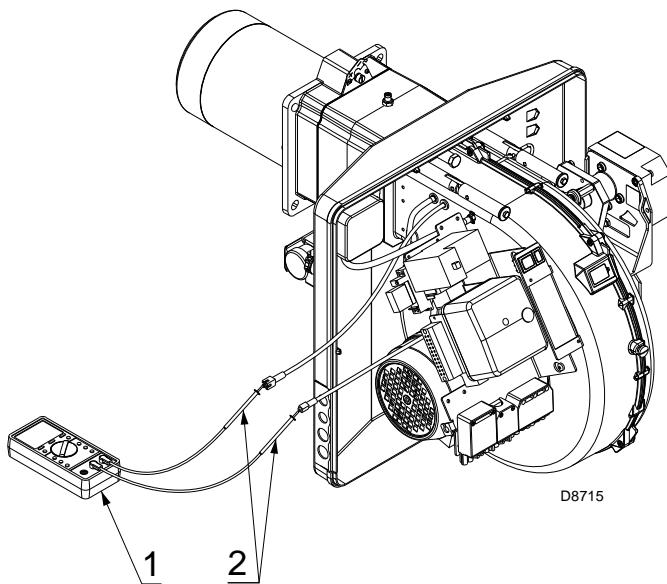

Fig. 35
Cependant, si on veut mesurer le courant d'ionisation il faut débrancher la fiche-prise (2)(Fig. 35), placée sur le câble de la sonde d'ionisation, et insérer un micro-ampèremètre (1)(Fig. 35) pour un courant continu de 100 µA en fin d'échelle.